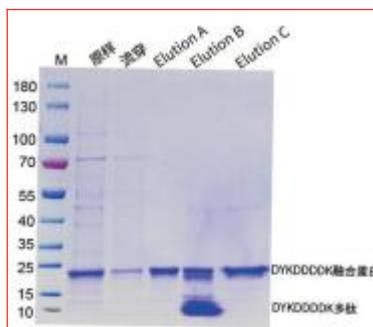

图 2.Magneti-Q DYKDDDDK 标签蛋白纯化试剂盒纯化分泌蛋白的 SDS-PAGE 电泳图
- 5) 对洗脱产物进行 SDS-PAGE 电泳, 结果请见图 2。